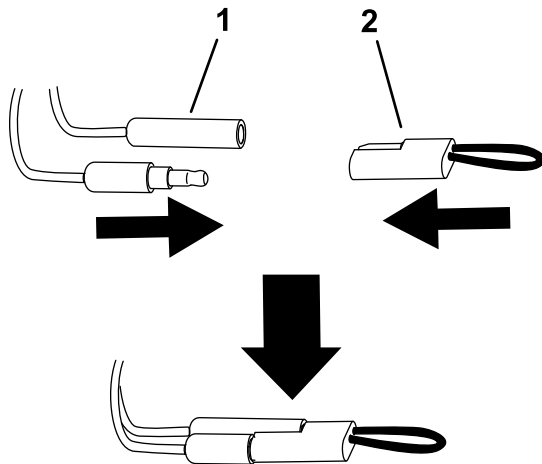

Figure 10
6. Débranchez les connecteurs d'étalonnage et remettez le capuchon dessus (Figure 10).